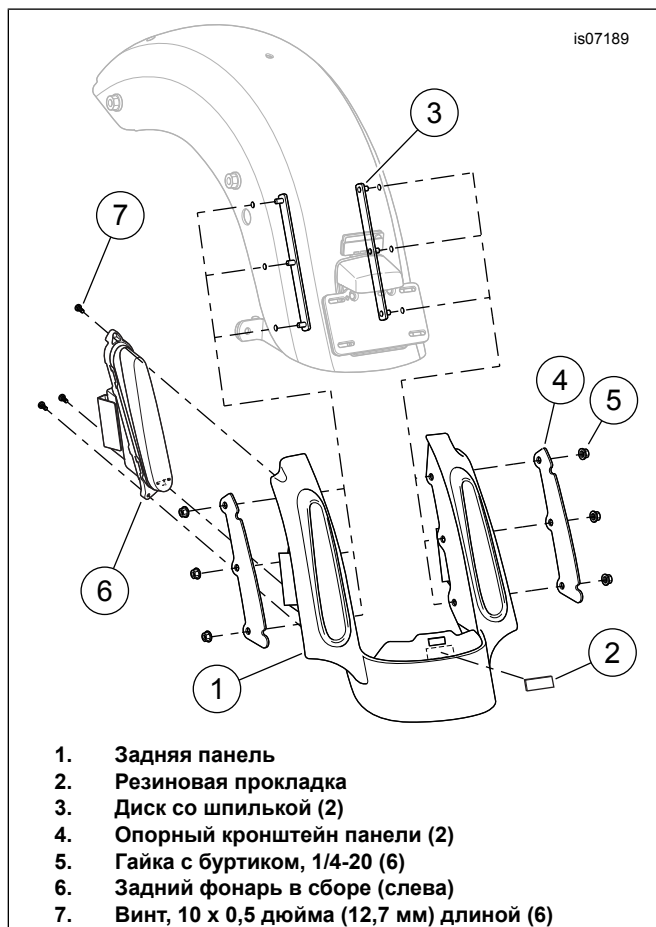

Рисунок 4. Установка задней панели
4. См. рис. 4. Снимите вкладыш с клеей подложки 44,5 x 19 x 1,6 мм резиновой прокладки (2).
5. Поместите прокладку в центр панели (1), чуть ниже прорези, как показано на рисунке, и плотно прижмите к месту.
8. Вставьте три шпильки пластины шпильки (3) из-под крыла через отверстия крыла и панели с одной стороны.
10. Свободно установите три фланцевые гайки (5) на резьбу шпильки.